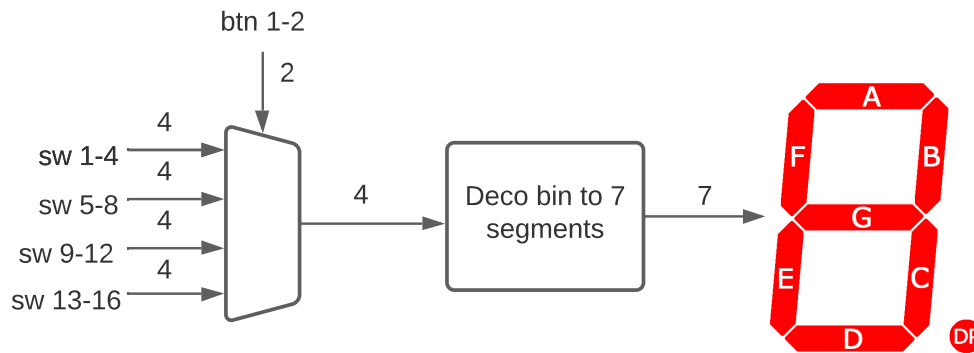

Figura 1: Diagrama de bloques para el decodificador de un *display* de 7 segmentos.
3. Modifique su diseño de manera que 4 grupos de 4 *switchs* provean un potencial valor a mostrar en el *display* de 7 segmentos, como se ilustra en la Figura 1. Estas entradas estarán multiplexadas al *display* de 7 segmentos (sw 1-4, sw 5-8, sw 9-12, y sw 13-16) y mediante dos de los botones (*push button*) disponibles (btn 1-2) realizará la selección de cuál de las 4 entradas se mostrará.